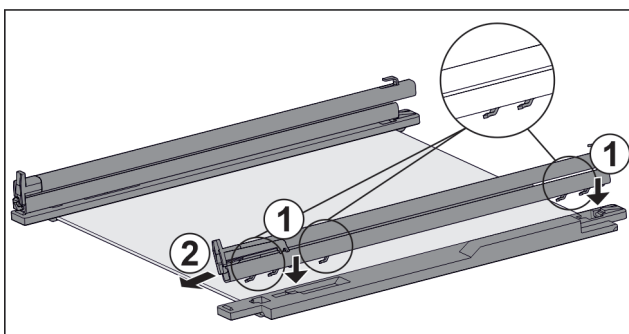

Fig. 53 Skleněná deska s kolejničkami a přídržnými díly
- ▶ Nasadte háčky kolejničky na otvory **levého** přídržného dílu. Fig. 53 (1)
- ▶ Vytáhněte kolejničku dopředu. Fig. 53 (2)
- ▶ Nasadte háčky kolejničky na otvory **pravého** přídržného dílu. Fig. 53 (1)